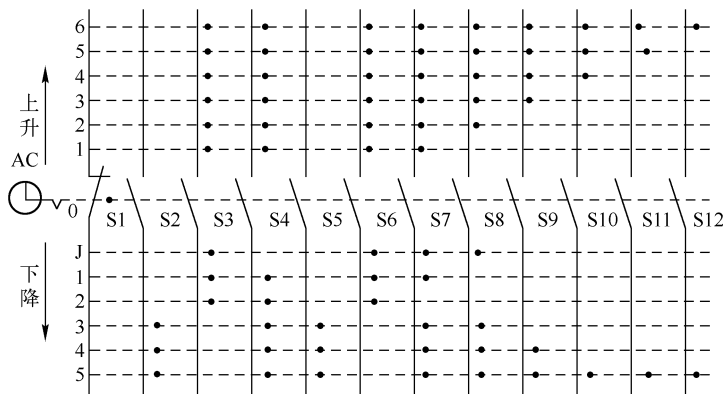

图 7-31 LK1-12/90 型主令控制器触点闭合的顺序
(1) 主令控制器的控制路数要与所需控制的回路数量相同。
(2) 触点闭合的顺序要有规则性。例如，LK1-12/90 型主令控制器触点闭合的顺序如图 7-31 所示。